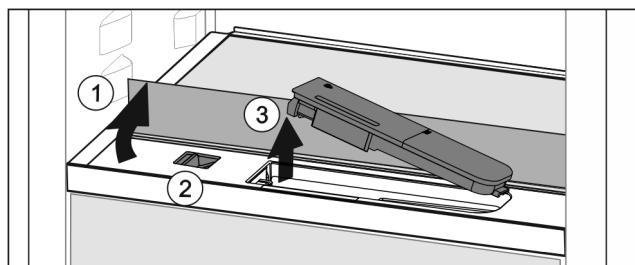

Fig. 41
- Поднять стеклянную панель и откинуть до упора назад Fig. 41 (1).
- Сдвиньте ползунок Fig. 41 (2) влево.
- Вынуть бак для воды Fig. 41 (3).